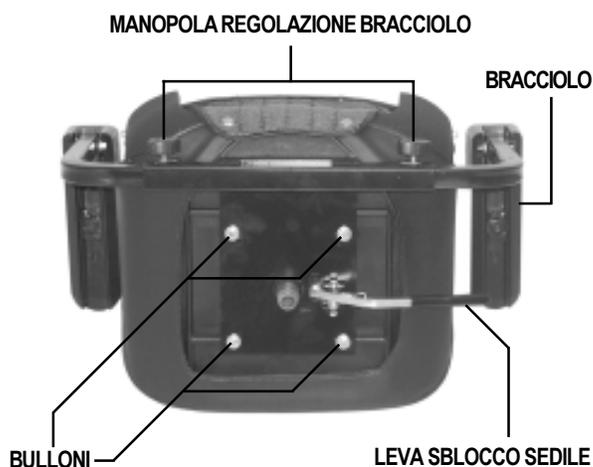

Figura 13. Regolazioni sedile
1. Tirare verso l'alto la leva sblocco sedile per liberarlo. Si veda figura 13.
La distanza dei braccioli dal sedile può essere ridotta o incrementata. Si veda figura 13.
Il sedile può essere spostato in avanti o all'indietro, su una di tre posizioni predefinite, regolando dunque la distanza ottimale fra sedile e manubrio. Si veda figura 13.